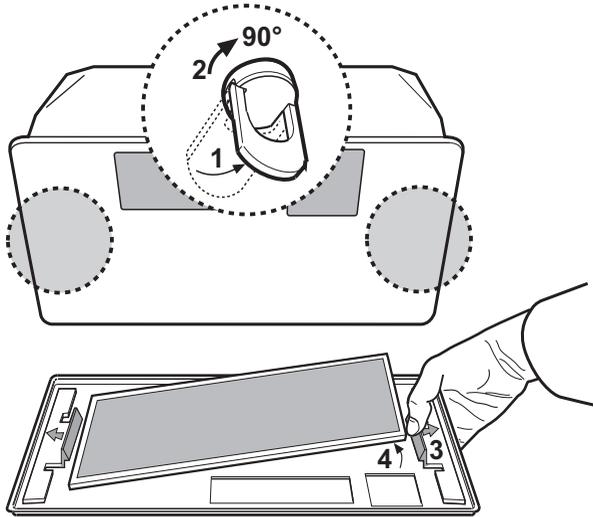

Fig. 2 - Abb. 2 - Obr.2
### Filtre à graisse - Fig. 2
2. Retirez la grille d'aspiration (Fig. 2).